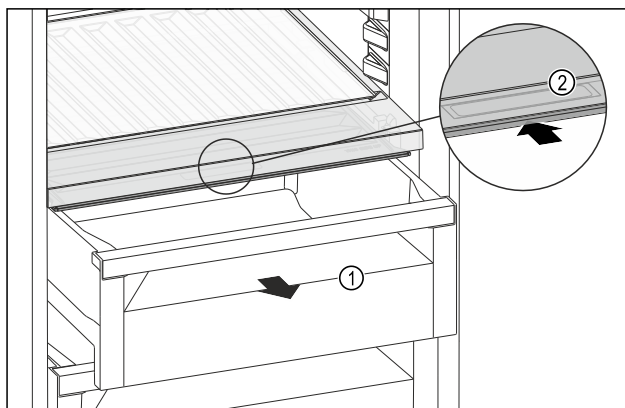

Fig. 187
- Tërhiqni jashtë sirtarin Fig. 187 (1).
- Kapni dorezën e futur *Fig. 187 (2)* në kapakun e ndarjes dhe në të njëjtën kohë shtyni për prapa kapakun e ndarjes.